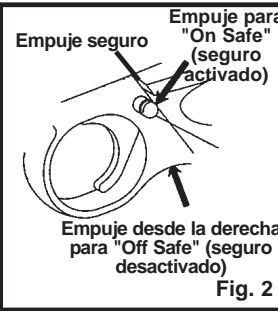

Fig. 2
• Empuje el seguro desde el lado izquierdo introduciéndolo por completo (Fig. 2). El seguro no está "ON SAFE" (activado) a menos que se haya presionado completamente hacia adentro y no se vea el anillo ROJO que está alrededor del lado izquierdo del seguro.